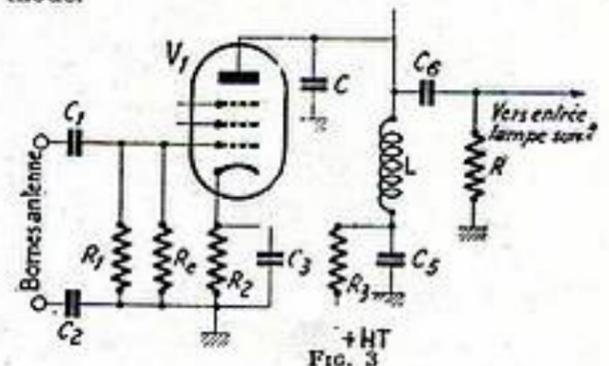
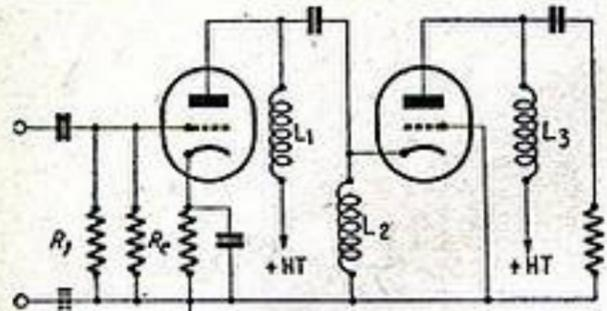
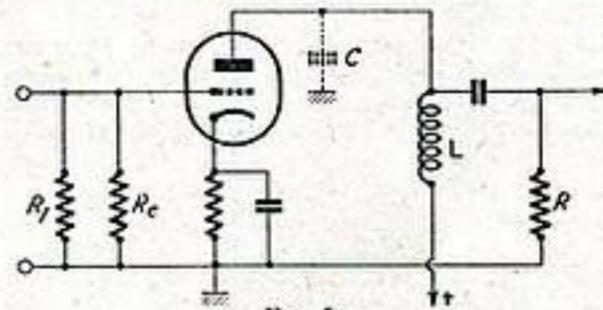

FIG. 3
FIG. 4
FIG. 5
Lorsque la résistance est connectée entre la grille et la masse on utilise comme lampe d'entrée une pentode (figure 3) ou une triode constituant la première lampe d'un ensemble cascode (fig. 4) ou encore, une triode seule (fig. 5), pour laquelle toutes les dispositions ont été prises en vue d'éviter son entrée en oscillations. Remarquons à ce sujet, que le fait d'insérer uniquement une résistance dans le circuit grille permet déjà de la stabiliser et dispense généralement de prévoir la neutralisation toujours délicate.
3) Montage classique de la figure 3
La largeur de bande et la valeur de C (figure 3) permettent de déterminer R à l'aide de la formule (2).